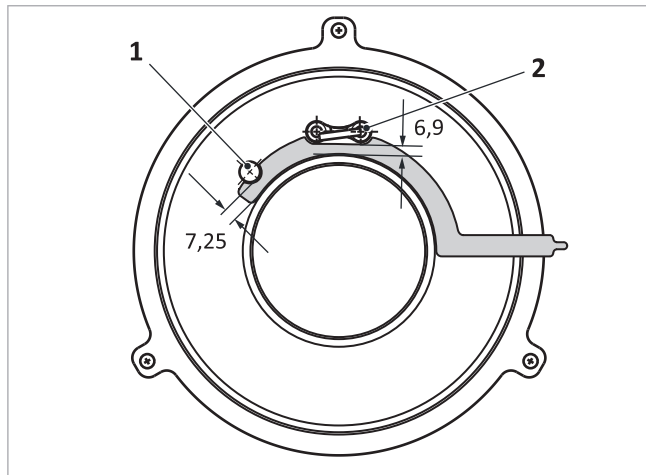

Abb. 137: Abstände Ionisations- und Zündelektrode zum Brennerfließ
- Ionisationselektrode → Abb. 137 (1): 7,25 mm
- Zündelektrode → Abb. 137 (2): 6,9 mm